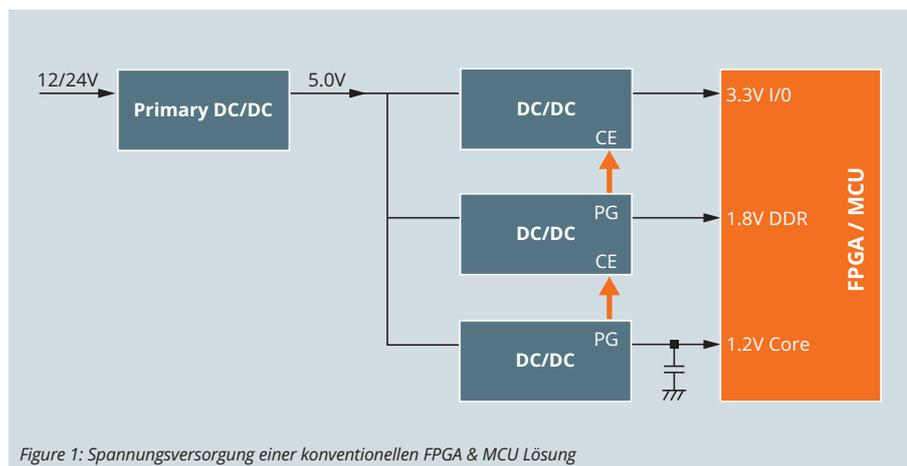

Figure 1: Spannungsversorgung einer konventionellen FPGA & MCU Lösung
Die Core-Spannung der FPGAs ist üblicherweise 1.2V oder 1.0V. Ein DDR Memory arbeitet typischerweise mit 1.5V oder 1.8V und I/Os brauchen 2.8V oder 3.3V (siehe Figure 1).
des Kondensators und dessen Ladeverhalten ist auch das Einschalten schwierig zu steuern. In den meisten Fällen wird daher ein Power Good (PG) Ausgang für die Steuerung des korrekten Ablaufs verwendet. Das PG-Signal wird dabei als Enable-Signal für die nächsten DC/DC Stufen herangezogen (siehe Figure 1).